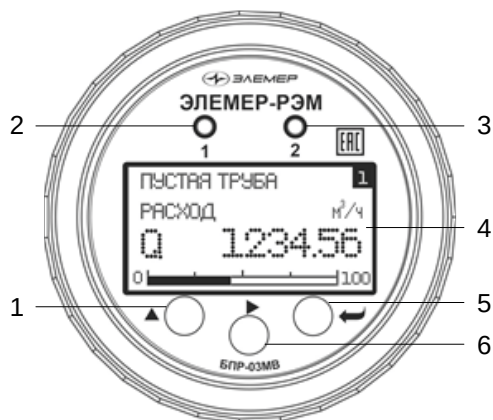

Рисунок 2.3 – Передняя панель «ЭЛЕМЕР-РЭМ»
2.3.1.4 На передней панели расходомеров (рисунок 2.3) расположены:
- кнопка управления «▲» (1);
- единичный светодиодный индикатор состояния дискретного выхода К1 (2);
- единичный светодиодный индикатор состояния дискретного выхода К2 (3);
- многофункциональный OLED-индикатор (4);
- кнопка управления OLED-индикатором «◀» (5);
- кнопка управления OLED-индикатором «▶» (6).